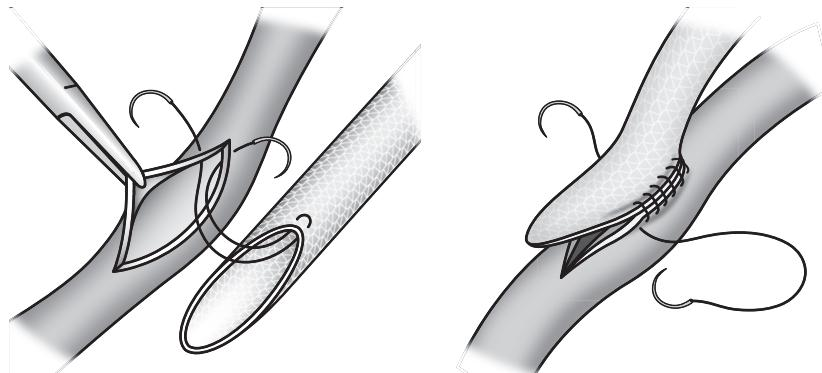

Fig. 5
2. Polipropilena monofilament este materialul de sutură preferat. În timpul suturării, întoarceți marginile protezei și asigurați-vă că la fiecare cusătură este preluată întreaga grosime a peretelui și un ochi de plasă. Fig. 5. Se recomandă să folosiți numai ace care nu tăie atunci când suturați.